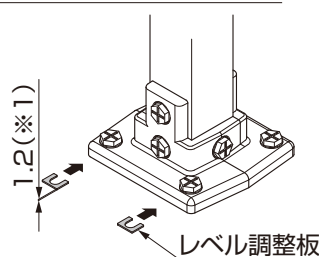

図5-7
③ 1.2mmのレベル調整板(※1)を上面ベースプレートと[6-1]の間に挿入して、水平・垂直を出してください。(図5-7参照)